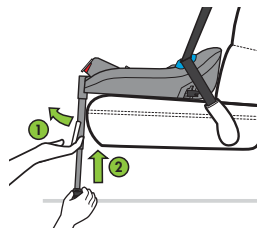

Figure 68
Ajustez le piètement de charge à la position la plus courte en tirant et en maintenant le bas de la poignée de réglage du piètement de charge (1) tout en poussant vers le haut sous le piètement de charge (2), comme indiqué à la **Figure 68**.